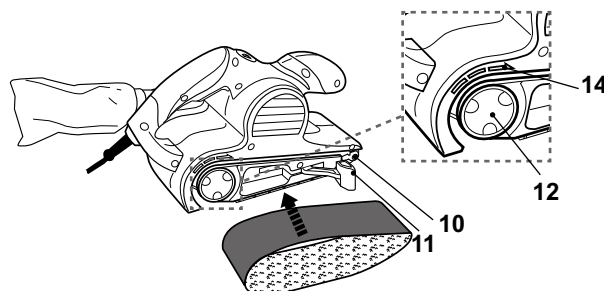

Fig. 1
- > Tirez le levier d'étrier (11) vers l'extérieur.
- > Faites attention au sens de rotation indiqué sur le côté intérieur de la bande (8). Alignez la bande avec l'appareil, dans le sens indiqué sur le boîtier de l'appareil ; enfitez-la sur le rouleau avant (10) puis sur le rouleau arrière (12) (fig. 1).